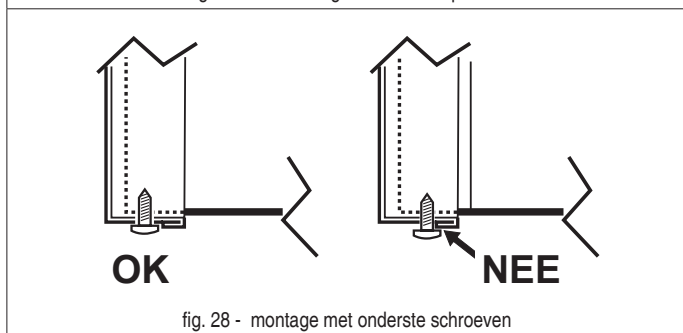

fig. 28 - montage met onderste schroeven
- Ga in omgekeerde volgorde te werk om het voorpaneel weer terug te plaatsen. Zorg ervoor dat het goed vastzit op het bovenpaneel en volledig steunt op de zijpanelen. De kop van schroef "A" moet, eenmaal vastgedraaid, geplaatst worden zoals in "fig. 28 - montage met onderste schroeven".